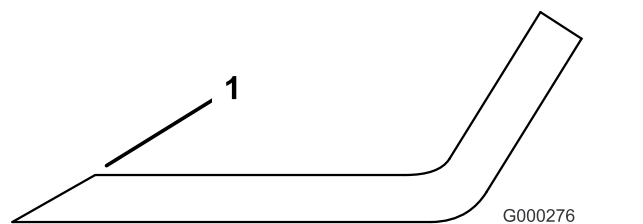

Figura 78
**Nota:** Affilate soltanto la parte superiore del tagliente e mantenete l'angolo di taglio originale per garantire l'affilatura (Figura 78). La lama resta bilanciata soltanto se viene rimossa una quantità uguale di metallo da entrambi i taglienti.